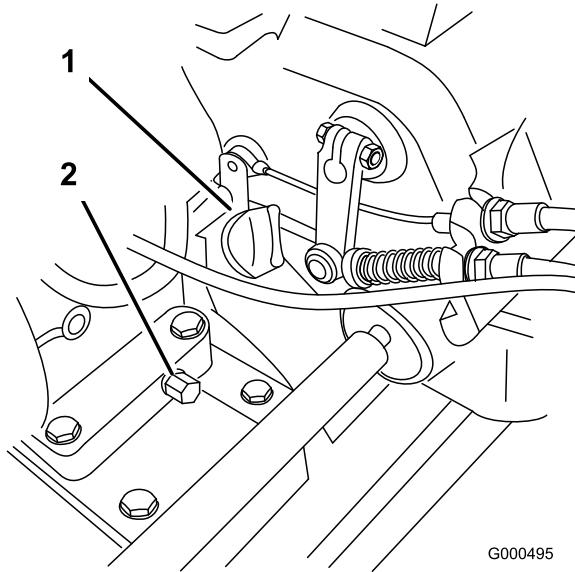

図 26
1. 移動走行用タイヤ（が取り付けられている場合には）これを外し、エンジンが水平になるようにしてオイル・ゲージの周囲をきれいに拭く（図 26）。
2. 機体下にあるドレン・プラグ（図 26）の下に廃油受けを置く。ドレン・プラグを抜く。